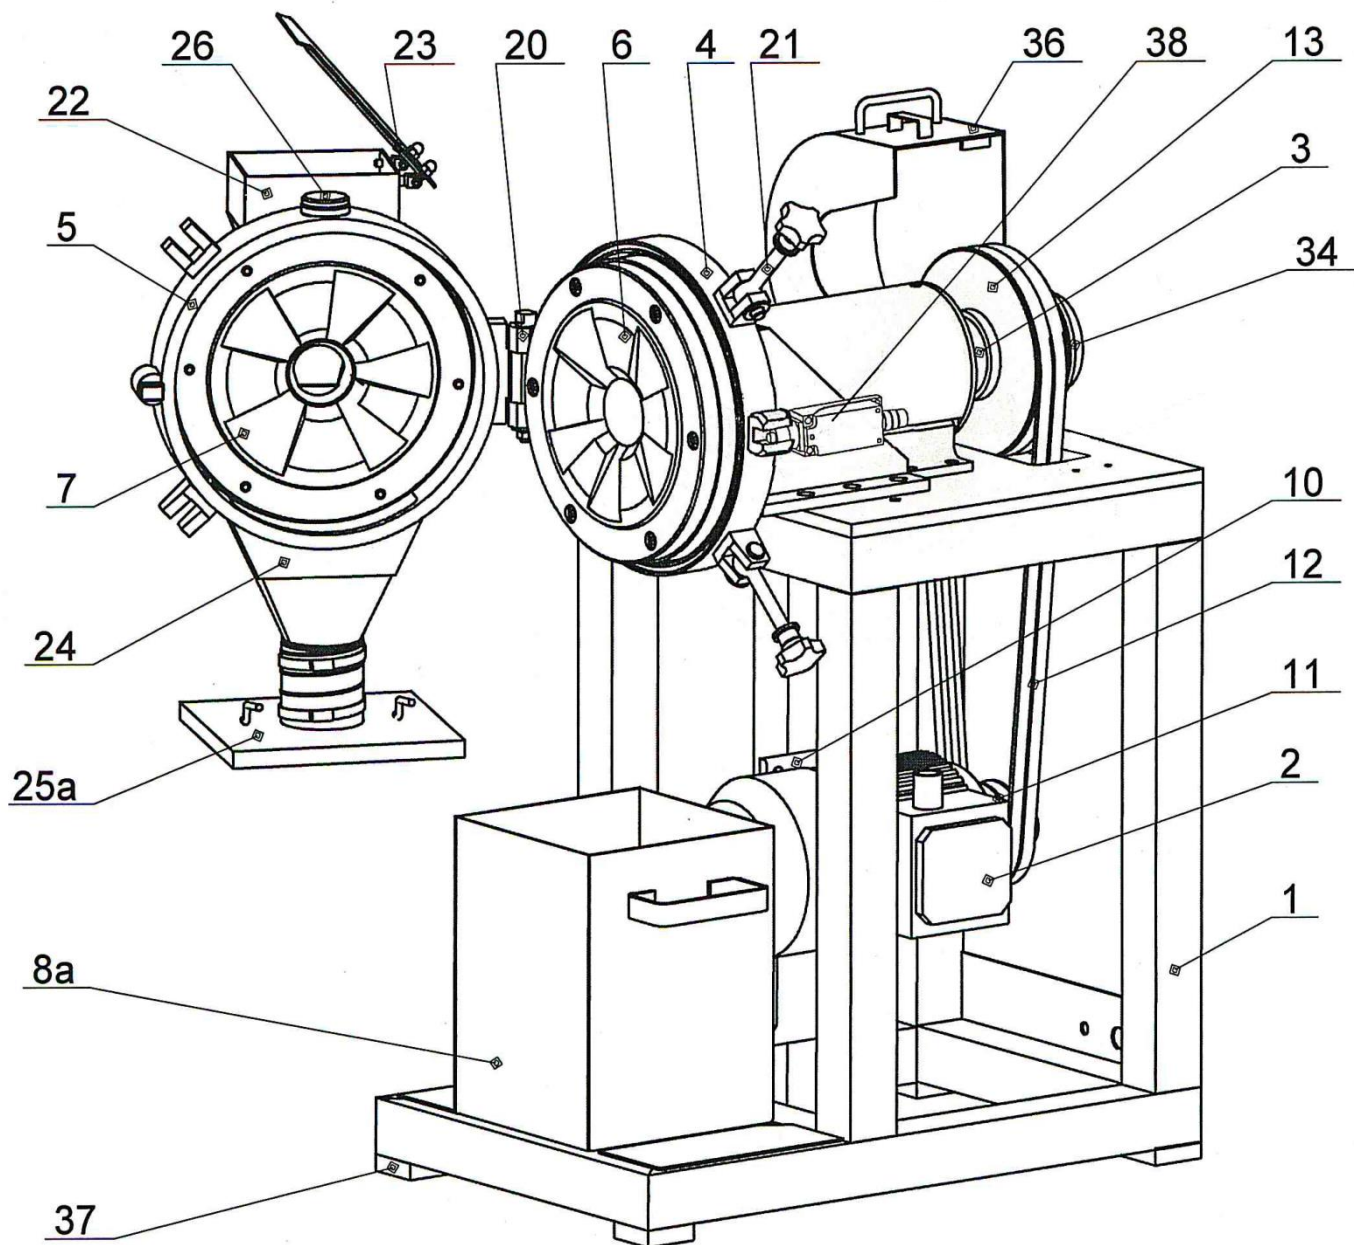

Рис.1 Общий вид
- а) открыть защитный кожух 36 и снять защитный экран со стороны электродвигателя (см. Рис. 1);
- б) ослабить натяжение ремней 12, снять ремни (Рис. 1);
- и) вывернуть четыре болта крепления корпуса 16 к раме 1. Снять корпус с рамы (см. Рис. 1);